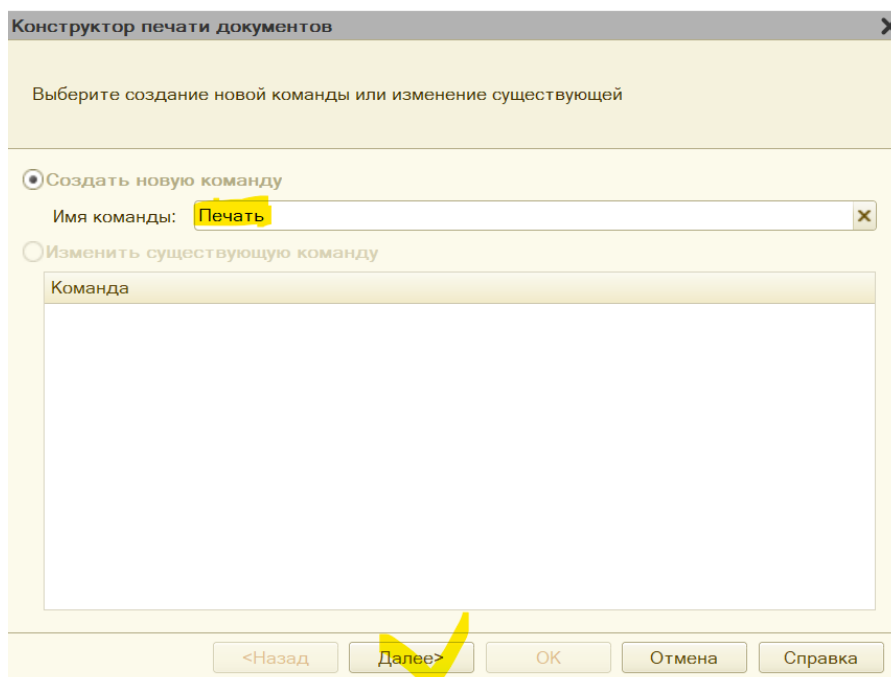

Рис. 5.18. Окно диалога с конструктором печати
2. Щелкнув на ней, воспользуемся еще одним инструментом разработки, который называется конструктором печати. Сам по себе диалог с конструктором печати достаточно несложный, и в первом открывшемся окне от нас потребуется только согласиться с предложением создать новую команду с именем Печать (рис. 5.18), после чего следует щелкнуть на кнопке Далее.